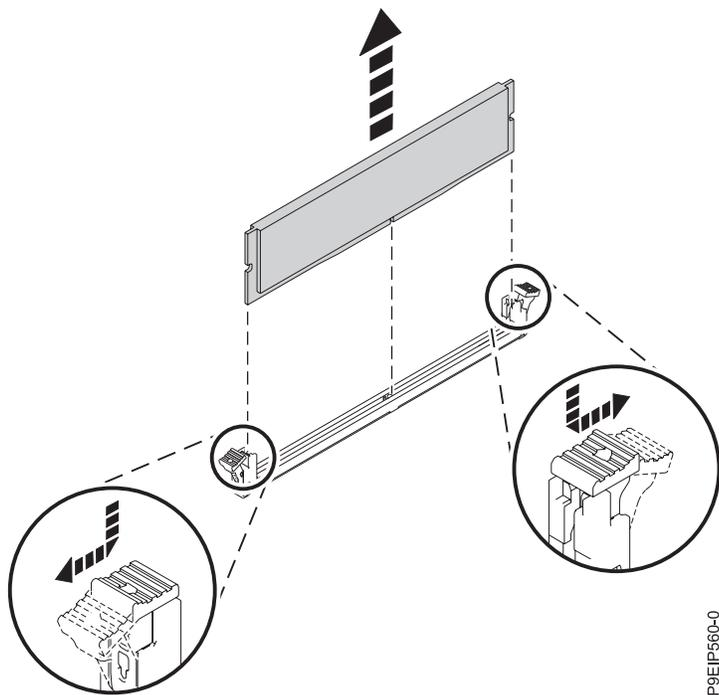

Figura 41. Extracción del DIMM de memoria
- b. Desbloquee la memoria DIMM empujando simultáneamente las pestañas de bloqueo hacia fuera de la memoria DIMM, en la dirección que se muestra en la Figura 41. Asegúrese de desbloquear ambas pestañas a la vez. La acción de la palanca de apertura de las pestañas empuje de la memoria DIMM hacia fuera de la ranura.